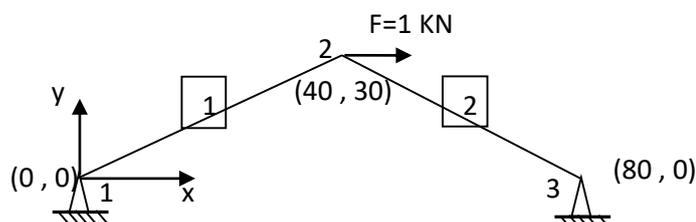

Figure 05 : système de deux barres inclinées dites stabilisatrices
Soit le système formé de deux barres métalliques (1) et (2) en acier dont la section est d'aire $A = 1 \text{ cm}^2$ et de module d'Young $E = 210000 \text{ MPa}$. Ces barres sont fixées sur des appuis doubles à leurs extrémités respectives aux nœuds 1 et 3 et connectées entre elles (par une liaison articulée) au nœud 2 (figure 05). Chaque barre a une longueur de 50 cm. Les coordonnées des nœuds 1, 2 et 3 sont respectivement en cm $(0, 0)$; $(40, 30)$ et $(80, 0)$ et. Une force horizontale F d'intensité 1KN, est appliquée au niveau du nœud 2 (voir figure 01).